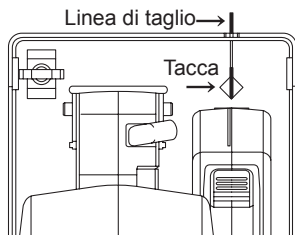

Fig. 7
1. Allineare la linea visiva sul pattino con la linea di taglio. (Vedere la fig. 7)